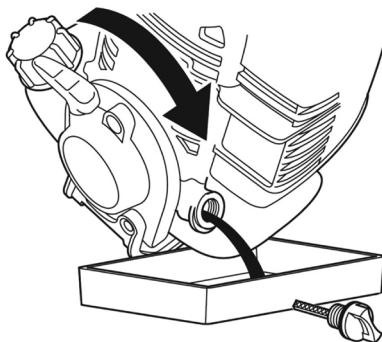

Рис. 15 Замена моторного масла
3. Наклоните триммер в сторону маслосливной горловины двигателя и слейте отработанное масло в специально подготовленную для этого емкость (Рис. 15).